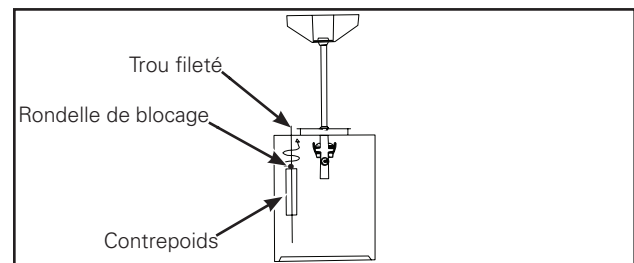

Figure 2.
6. Placez la rondelle de blocage au-dessus de l'extrémité fileté du poids. Vissez le poids en haut du boîtier. (Figure 2.)